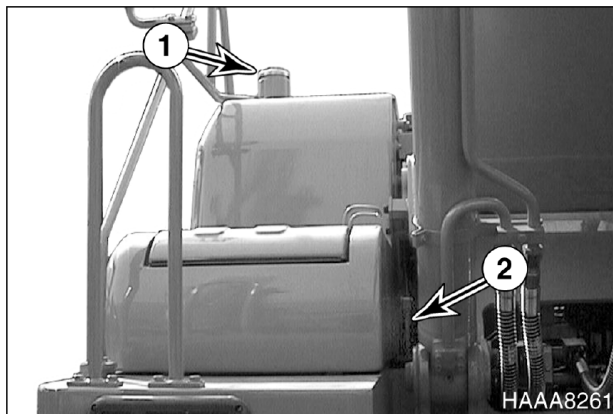

Рис. 17
1. В конце каждого рабочего дня следует заполнять топливный бак. Добавлять топливо следует через трубу заливной горловины топливного бака (1, рис. 17). Если работа выполняется при температуре 0°C или выше, применять ASTM № 2-D или аналог. При температуре ниже 0°C (32°F) использовать стандарт ASTM № 1-D или его аналог.
3. Проверить уровень топлива в баке по показаниям смотрового указателя (2, рис.17) и индикатора топлива на контрольной панели. Заполнить бак соответствующим топливом через наливной патрубков.